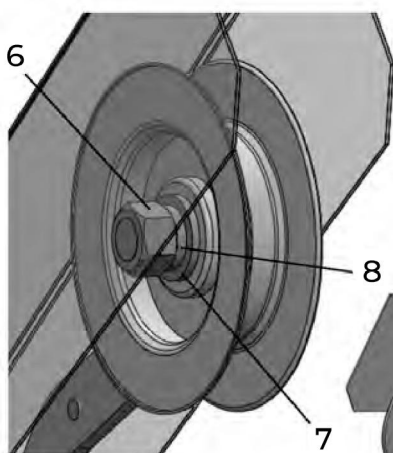

рис. 16
На болт М12 установить шайбы (7) и (8) и наживить гайку (6) (рис.16).